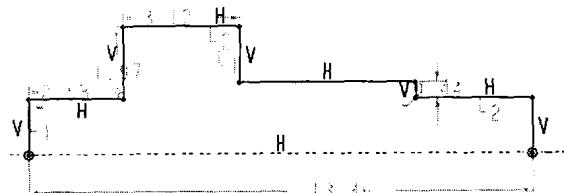

图2-3
2. 选择菜单命令【草绘】/【线】/【线】或单击 V 按钮，绘制阶梯轴半侧轮廓线，如图 2-3 所示。